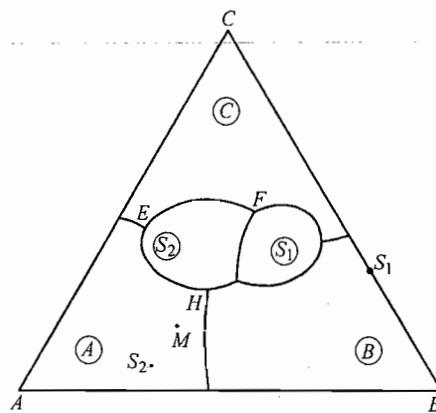

图 24-1 第七题图
**七、相图分析 (18 分) (A-B-C 三元相图如图 24-1 所示, 本题作图部分直接画在图中)**